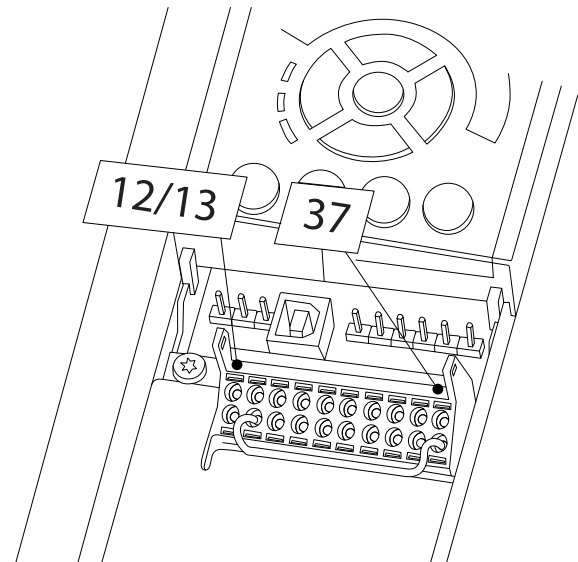

Рисунок 2.20 Соедините перемычкой клемму 12/13 (24 В) и клемму 37.
1. Снимите перемычку между клеммами управления 37 и 12 либо 13. Разрезать или разорвать перемычку недостаточно, это не сможет защитить от короткого замыкания. (См. перемычку на Рисунок 2.20).
При отображении в строке состояния в нижней части LCP показаний АВТОМАТИЧЕСКИЙ УДАЛЕННЫЙ СИГНАЛ ОСТАНОВА ВЫБЕГОМ или *Аварийный сигнал 60: внешняя блокировка*, устройство готово к работе, но не хватает входного сигнала на клемме 27. Подробнее см. в *Рисунок 2.20*.